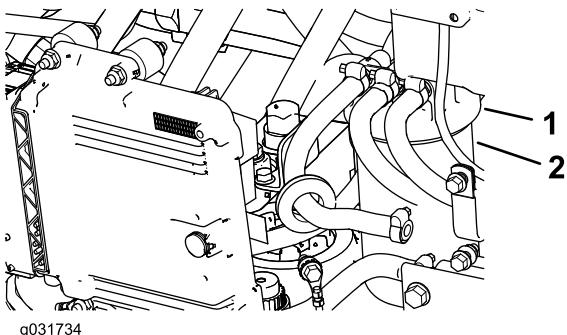

Bild 68
1. Reinigen Sie den Bereich um den Kraftstofffilterkopf (Bild 68).
- Entfernen Sie den Filter und reinigen die Befestigungsoberfläche des Filterkopfes (Bild 68).